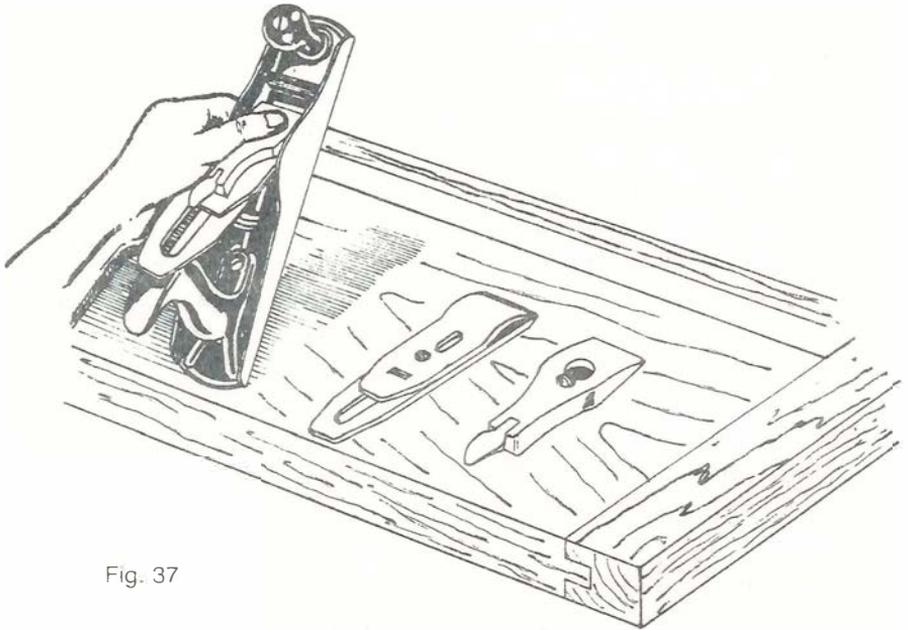

Fig. 37
- c. Con la mano derecha retire la cuña y colóquela sobre la tapa del banco, retire la cuchilla y colóquela sobre la tapa del banco; luego coloque el cepillo sobre el banco sentándolo por un costado. (Ver Fig. 37).